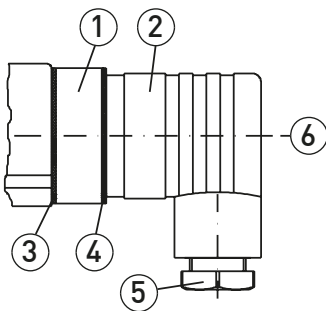
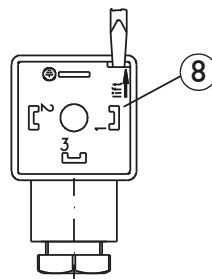

Abb. 1
Abb. 2
- Ferner müssen Sie darauf achten, dass alle Dichtungen ③, ④ und ⑨ des Steckverbinders ordnungsgemäß eingelegt sind.
- ↪ Lösen Sie die Zentralschraube ⑥ M3x35 und ziehen Sie die Leitungsdose ② vom Steckverbinder ① (→ Abb. 1).
- ↪ Entfernen Sie die Zentralschraube ⑥ aus der Leitungsdose ②.
- ↪ Öffnen Sie das Innenteil ⑧ der Leitungsdose mit einem Schraubendreher oder einem ähnlichen Werkzeug (→ Abb. 2).